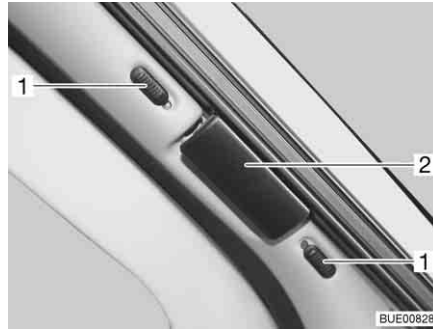
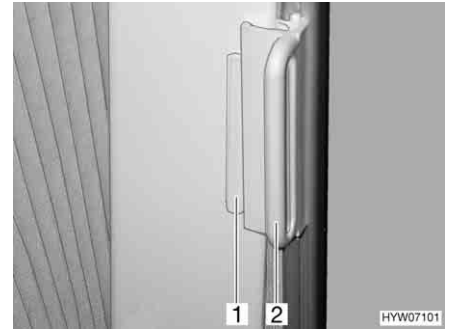

Bild 65 Plisségardin för vindrutan
Bild 66 Plisségardiner på förar- och passagerarfönstren
- Skjut upp eller ned låsknapparna (Bild 65,1) på plisségardinen för framrutan. Låset är öppet när den röda punkten syns.
- Håll i plisségardinernas handtag (Bild 65,2 och Bild 66,2) och drag försiktigt för dem tills att magnetlåset håller plisségardinen stängd.
- Drag, på plisségardinerna för förar-/och passagerarfönstret, handtaget (Bild 66,2) över kanten (Bild 66,1). Plisségardinen är säkrad.